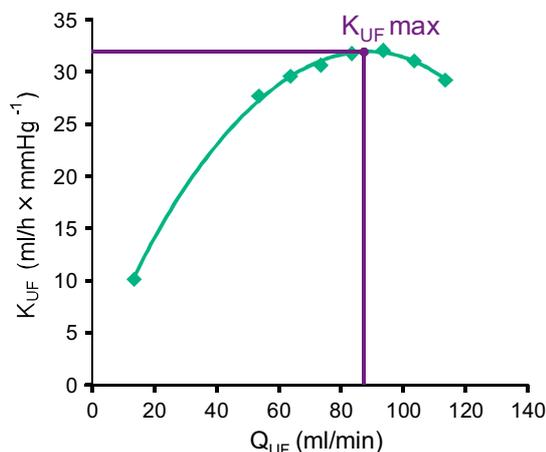

Fig. 11-25 Principe de détermination du K_{UFmax}
Pour le calcul du K_{UF} (voir également section 13.10 Formules (445)), l'appareil définit le débit convectif Q_{UF} , mesure la TMP et calcule le coefficient d'ultrafiltration K_{UF} . La détermination du K_{UF} pour différentes valeurs de Q_{UF} donne une fonction parabolique typique (Fig. 11-25) : K_{UF} augmente en premier, jusqu'au sommet de la parabole (valeur maximale), et diminue ensuite si Q_{UF} continue d'augmenter. En ajustant les valeurs déterminées en fonction d'une courbe de régression ($f(x) = Ax^2 + Bx + C$), le coefficient d'ultrafiltration maximal (K_{UFmax}) et le débit convectif correspondant (Q_{UF}) peuvent être dérivés.